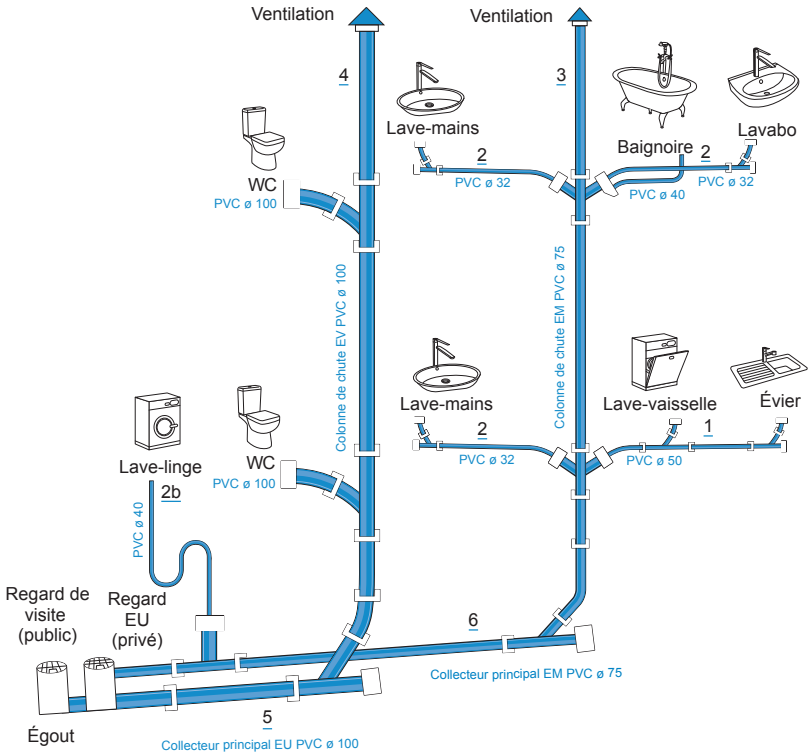

Figure A.4 – Évacuation des EU dans deux collecteurs séparatifs EM et EV.
- Le dimensionnement d'un collecteur principal EM en PVC pour 1 salle de bains (2a), 2 lave-mains (2a), 1 cuisine (1) et 1 buanderie (2b) (voir figure A.4).